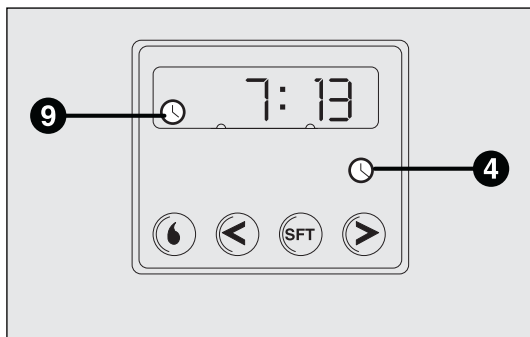

fig. 64
- Druk op toets 4: het display en het controlelampje 9-fig. 64 worden verlicht.
Aflesen van de juiste tijd fig. 64